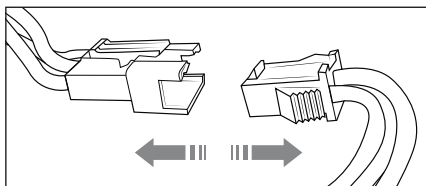

Fig. 14
- 2) Staccare il connettore della batteria (vedere fig. 14) e togliere la batteria dallo scomparto batteria.